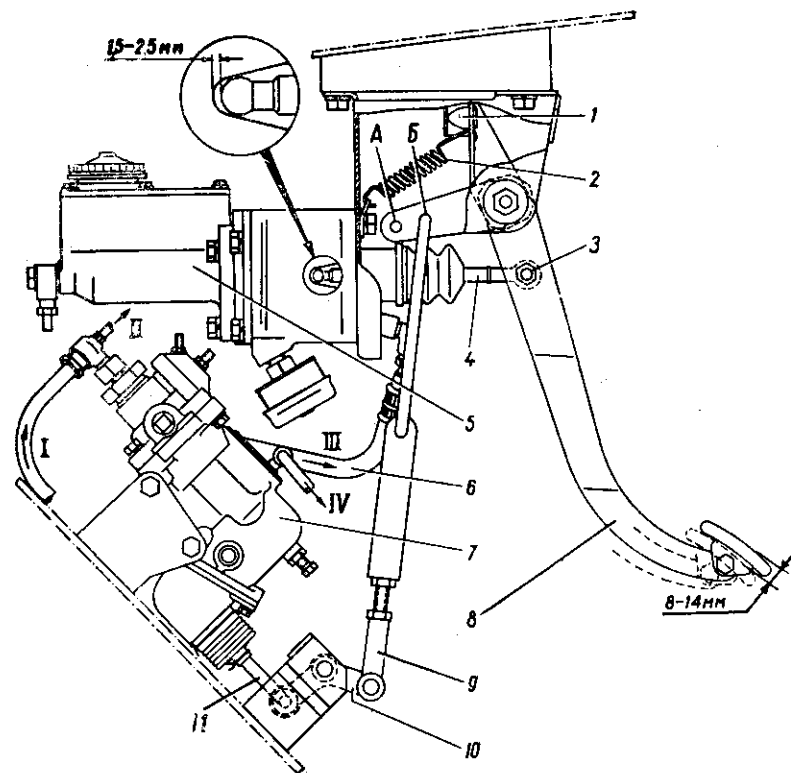

Рис. 50. Привод рабочей тормозной системы:
Рабочая тормозная система имеет гидравлический привод. Он состоит из подвесной педали 8 (рис. 50), главного цилиндра 5 с пневматическим усилителем, тормозного крана 7, трубопроводов и колесных цилиндров.
Привод тормозного крана должен быть отрегулирован так, чтобы подача воздуха в пневматический усилитель начиналась в начале рабочего хода тормозной педали. При отпущенной педали воздух не должен поступать из воздушных баллонов в усилитель. Регулировку производите изменением длины тяги 9 (см. рис. 50). В случае необходимости измените длину тяги 11 привода тормозного крана.
Величина зазора должна равняться 1,5—2,5 мм, что соответствует свободному ходу тормозной педали в пределах 8—14 мм (см. рис. 50) в середине площадки для ноги.
- отсоедините тягу 9 (см. рис. 50) от рычага 10;